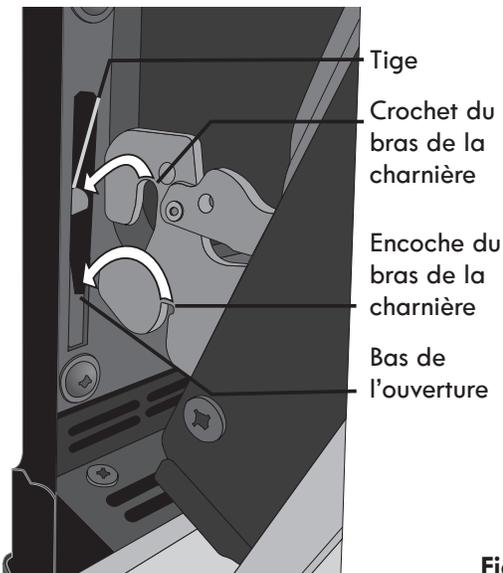

Figure 4
5. Avec la porte à la position d'arrêt pour le grillage, levez la porte pour que les bras des charnières passent au-dessus des tiges situées de chaque côté (Figure 4).
2. Tenez la porte du four dans le même angle que vous la teniez pour l'enlever, déposez les bras des charnières sur les tiges de chaque côté du cadre (Voir figure 4). Les bras des charnières doivent reposer complètement sur les tiges.